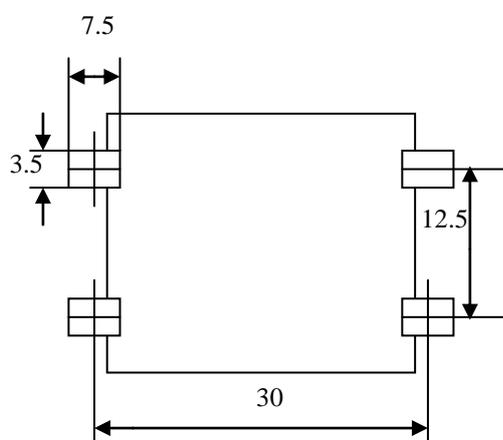

Рис. 1.18. Размеры посадочного места модуля
Для создания технологического образа компонента (посадочного места) непосредственно рисованием образа элемента (например, ранее созданного схемного элемента (МОП - транзистора) с планарными контактами и размерами посадочного места модуля, приведенными на рис. 1.18) необходимо:
4. Выбрать команду **Place Pad**, например, воспользовавшись пиктограммой . Далее разместить контактные площадки согласно рис.1.18. Нажать клавишу **But#2**.